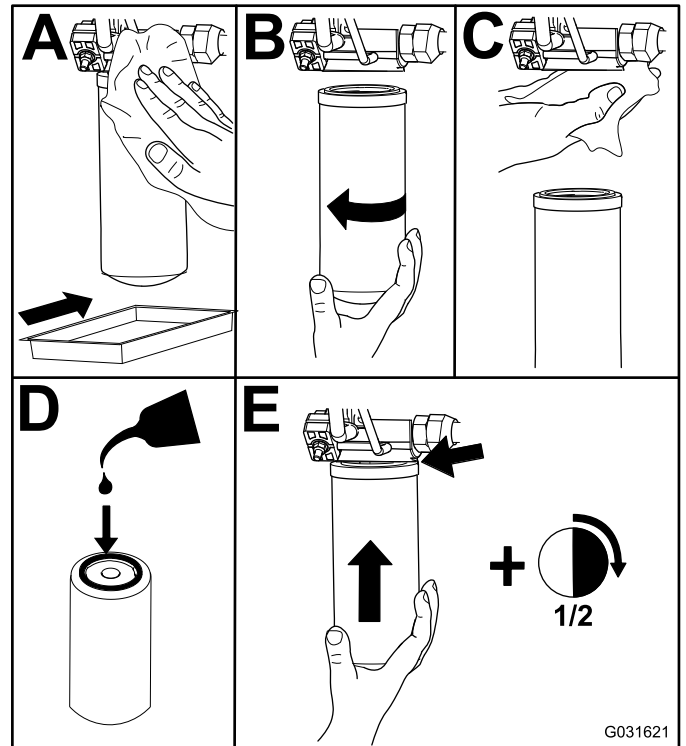

Figura 117
2. Sustituya el filtro hidráulico de carga en el compartimento de elevación hidráulico, tal y como se muestra en la Figura 117.
4. Sustituya el filtro de retorno a la derecha de la máquina (Figura 117).